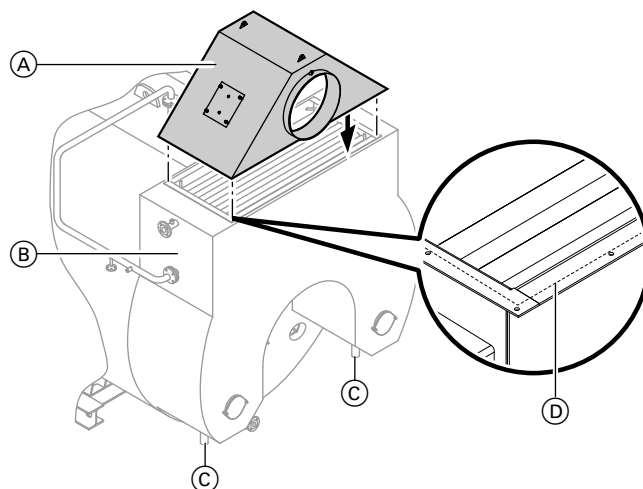

Рис. 7
- Закрывать патрубки отвода конденсата КОА (см. рис. 7 поз. ©), если они не используются. Они служат для отвода образующегося конденсата.